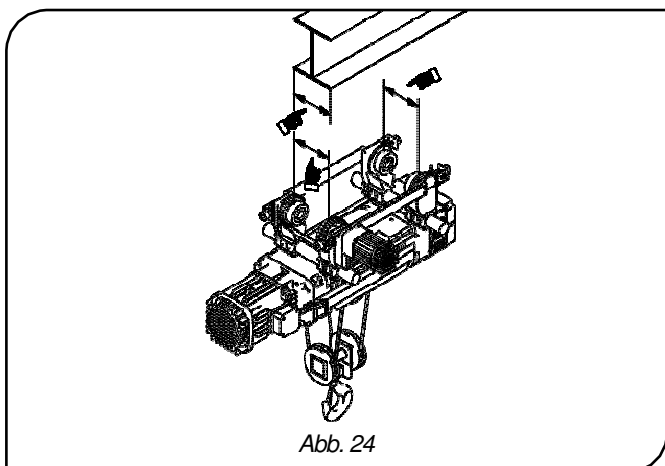

Abb. 24
- Wenn der E-Zug über eine Einträger-Katze vom Typ DST verfügt, muss sichergestellt werden, dass die Breite der Trägerflansch der für die Räder des E-Zugs verlangten Breite entspricht (Abb. 24).